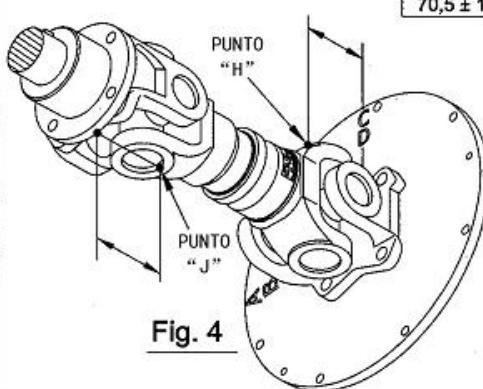

Fig. 4
1. Mida desde la cara de la brida del eje motriz hasta el Punto "J" como se muestra en la (Fig. 4). (El Punto "J" es igual al punto "G" con el eje motriz girado 90°). Esta medida debe ser igual a la del punto "H" ± 1 mm.